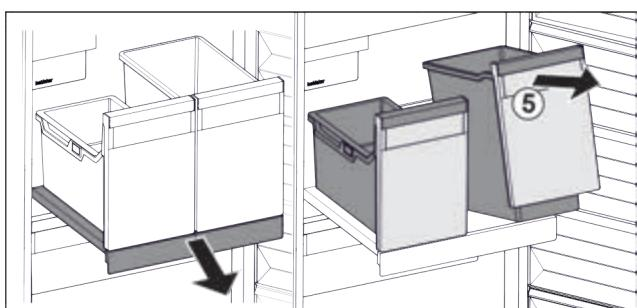

Fig. 80
- Підняти резервуар Fig. 80 (5) спереду.